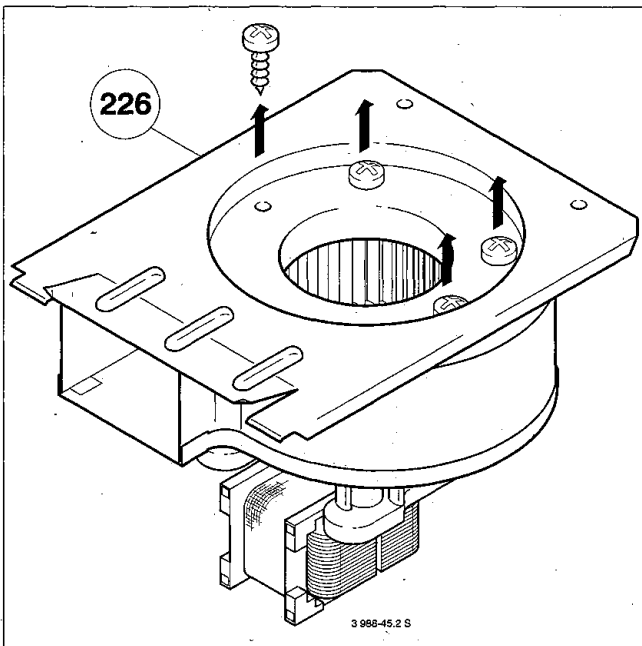

Bild 71
- 4 Schrauben an der Saugseite des Abgasventilators (226) herausdrehen (Bild 71).